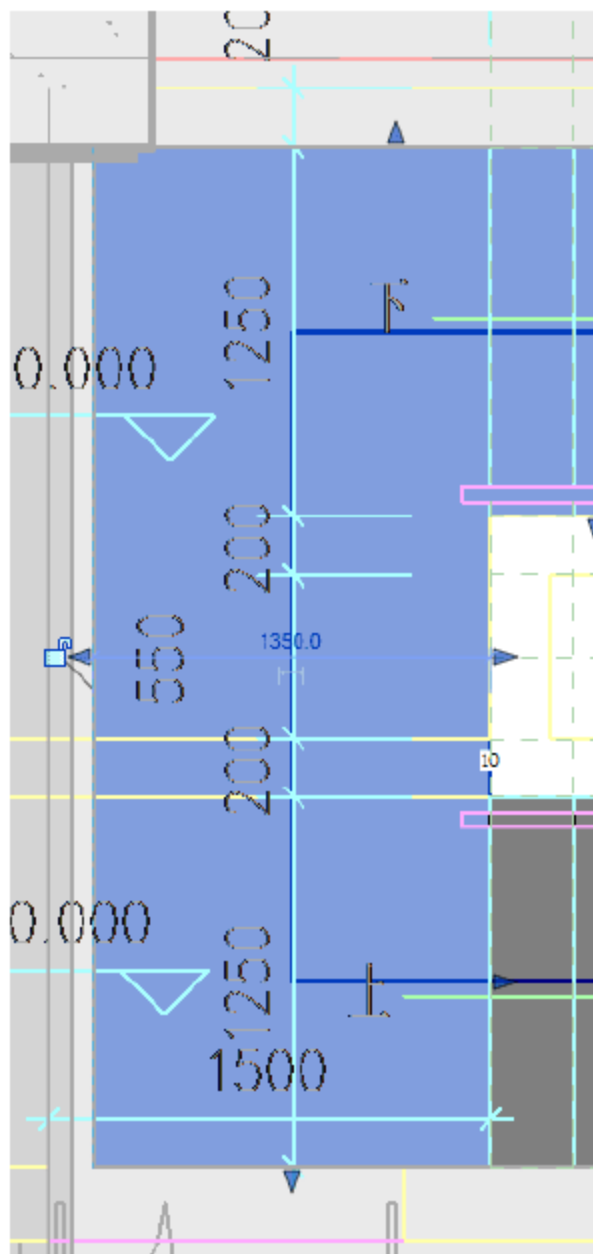

图 11.2.48 对齐后效果图
(13) 对齐休息平台。双击休息平台，然后选择三角标号进行拖动，与墙边线对齐，如图 11.2.48 所示。